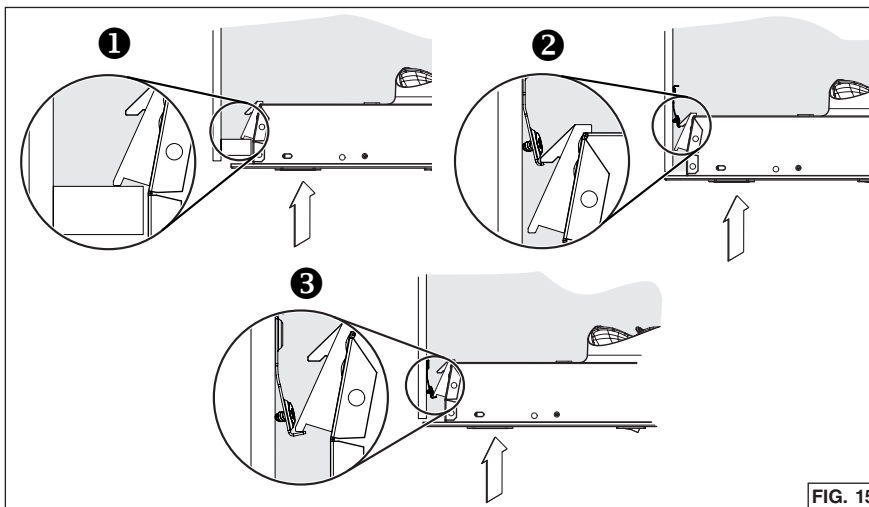

FIG. 15
2. Insertar el aparato en el gabinete hasta que sentir un click a ambos lados del aparato, confirmando que los ganchos Ease of Install están apoyando en la parte superior de los lados de la base del gabinete 1, o en los soportes de gabinete 2 o 3 (FIG. 15). Mover el aparato de izquierda a derecha, de delante hacia atrás y levantarlo para comprobar que los ganchos Ease of Install retienen el aparato en el gabinete.